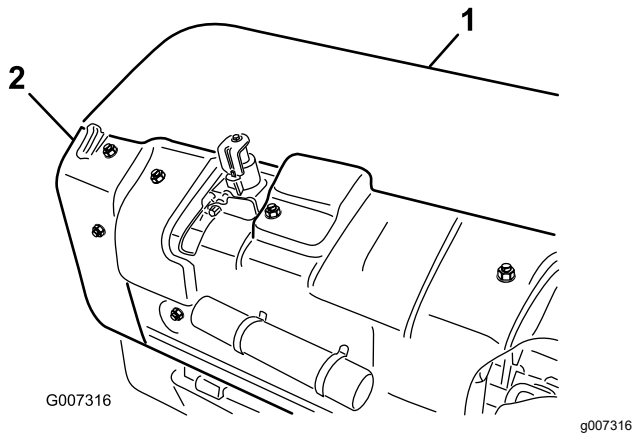

Bild 34
- A. Nehmen Sie die Abdeckung des hinteren Aerifizierkopfs ab (Bild 34).
- B. Nehmen Sie die Befestigungsschrauben der Spannscheibenabdeckung und dann die Abdeckung ab (Bild 34).